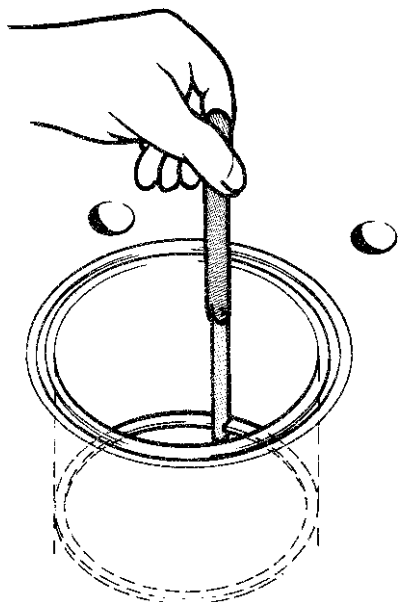
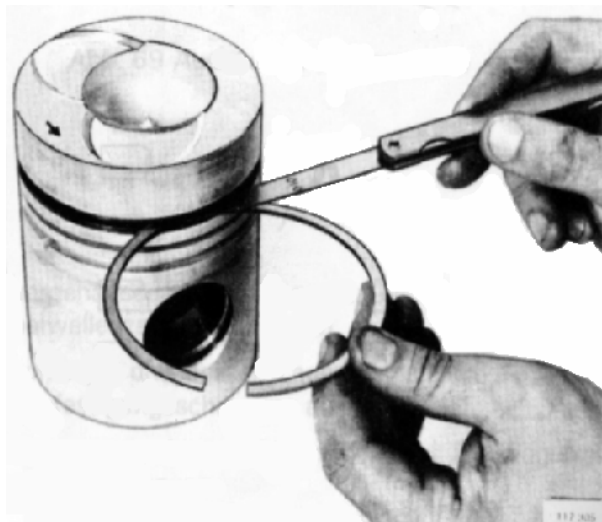

Fig. 62. Kontroll av kolringsgap
Fig. 63. Mätning av kolringsspel i kolringsspår
Kolringarna passas dels med avseende på kolringsgapet (fig. 62), dels med avseende på spel i ringspår (fig. 63). Vid mätning av kolringsgapet skjuts ringen ned i cylinderloppet med hjälp av en kolv. Beträffande måttuppgifter, se under "Tekniska data". Gapet skall kontrolleras i nedre vändläget.
6. Passa in de nya kolvringarna i cylinderloppen (fig. 62).
7. Kontrollera ringarnas spel i kolvringsspåren (fig. 63).